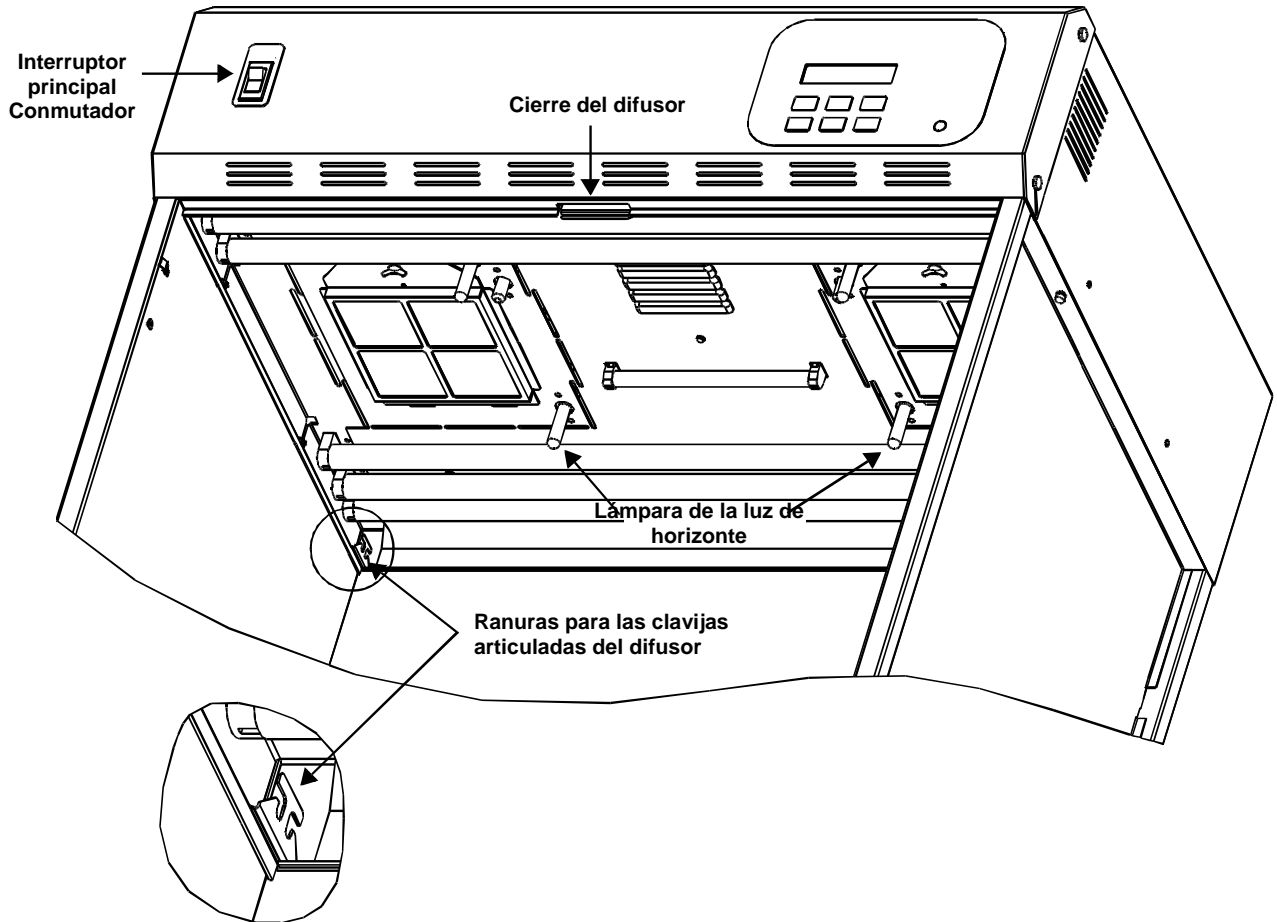

Figura 8. Luminaria y difusor
15. Introduzca las clavijas articuladas del difusor en las ranuras situadas en las esquinas de la parte inferior trasera de la luminaria. La parte lisa del difusor debe quedar situada hacia el interior de la luminaria y la parte texturizada debe quedar hacia el exterior, es decir, hacia dentro de la cámara. Consulte la Figura 8.